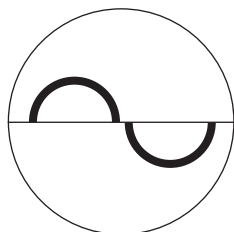

Figura 1: Imagens semicirculares no centro do campo de visão.
- Use o joystick de controle da lâmpada de fenda para fazer quaisquer correções necessárias até que a superfície aplanada seja observada como duas superfícies semicirculares de área igual no centro do campo de visão (Figura 1). Pequenos ajustes para baixo com o joystick não terão efeito sobre o tamanho das imagens semicirculares.